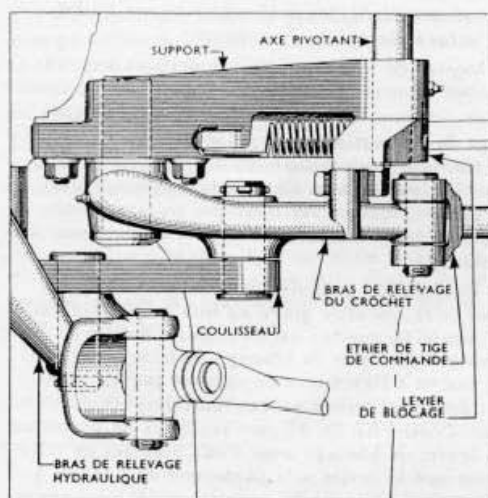

Fig. 5
1. Positionner un coulisseau sur le bossage coulé sur la face interne de chacun des deux bras de relevage hydraulique spéciaux en introduisant un axe pivotant dans le trou du coulisseau et dans celui qui est prévu dans le bras de relevage (voir FIG. 5). Bloquer les axes pivotants à l'aide de goupilles fendues en s'assurant que le coulisseau glisse facilement.
2. Assembler les bras de relevage de crochet droit et gauche au support correspondant de la façon suivante pour chacun des deux bras : positionner le gros bossage se trouvant à l'extrémité du bras contre le gros bossage usiné du support, la butée du bras étant placée à côté du support (voir FIG. 5). Aligner le trou du bras avec celui du support; introduire l'axe pivotant correspondant; le trou de goupillage de l'axe pivotant doit être aligné avec le trou de goupillage du support. Goupiller les axes pivotants à l'aide de goupilles de 50,8 mm dont l'extrémité chanfreinée doit être placée vers l'avant. Vérifier que rien n'entrave le mouvement des bras de relevage du crochet.
4. Positionner le levier de blocage gauche (on peut le reconnaître grâce au trou qu'il porte sur sa petite languette) sur l'extrémité de l'axe pivotant de levier de blocage de telle sorte qu'il se trouve à l'extérieur du support gauche, son extrémité recourbée se trouvant éloignée du tracteur. (Voir FIG. 5). Aligner les trous de goupilles du levier de blocage avec l'axe pivotant de telle sorte que le levier soit au-dessus de l'axe et à la verticale lorsque la manette de déclenchement se trouve inclinée à 45° environ vers l'arrière du tracteur. Maintenir en place le levier de blocage grâce à une goupille face chanfreinée en avant.
10. Positionner comme prévu chaque bras de relevage du crochet de telle sorte que les extrémités libres des coulisseries soient articulées sur les bras de relevage du crochet par des axes pivotants. Introduire les axes dans les fentes des coulisseries et dans les trous pratiqués dans les bras de telle sorte que la tête des axes touchent les coulisseries (voir FIG. 5). Fixer les axes à l'aide de goupilles fendues.
11. Soulever les barres d'attelage inférieures du relevage hydraulique, ainsi que la tige de commande puis rattacher les articulations des tiges de commande aux bras de relevage spéciaux à l'aide des axes de chape. Il faut introduire les axes de chape de telle sorte que leur tête se trouve à l'intérieur des bras de relevage (voir FIG. 5). Fixer à l'aide de goupilles fendues neuves.
s'il y a lieu régler alors la position des bras pour permettre aux axes de chape d'être montés; la tête des axes est à l'intérieur des étriers (voir FIG. 5). Bloquer les axes de chape à l'aide de goupilles fendues.